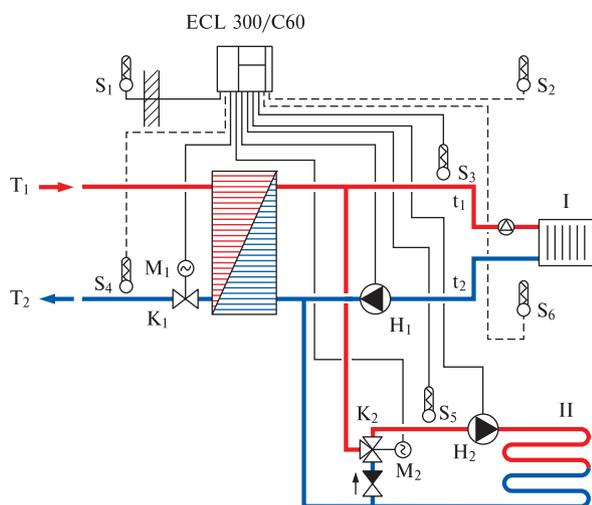

Рис. 37. Схема систем отопления А-2-в
- В отличие от схем А-2-а(а) и А-2-б(б) в схемах А-2-в и А-2-(в) (рис. 37, 38) применен общий водоподогреватель для двух